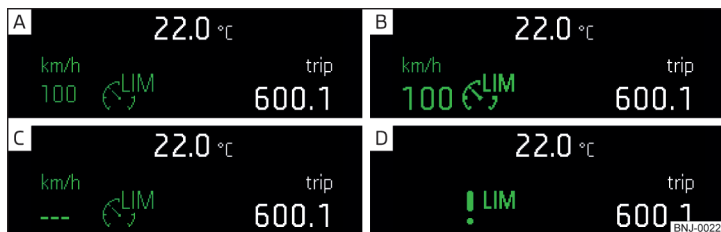

Fig. 279 Pantalla del cuadro de instrumentos combinado: Ejemplos de las visualizaciones de estado del dispositivo de limitación de velocidad
**Indicador del estado del dispositivo de limitación de velocidad » fig. 279**